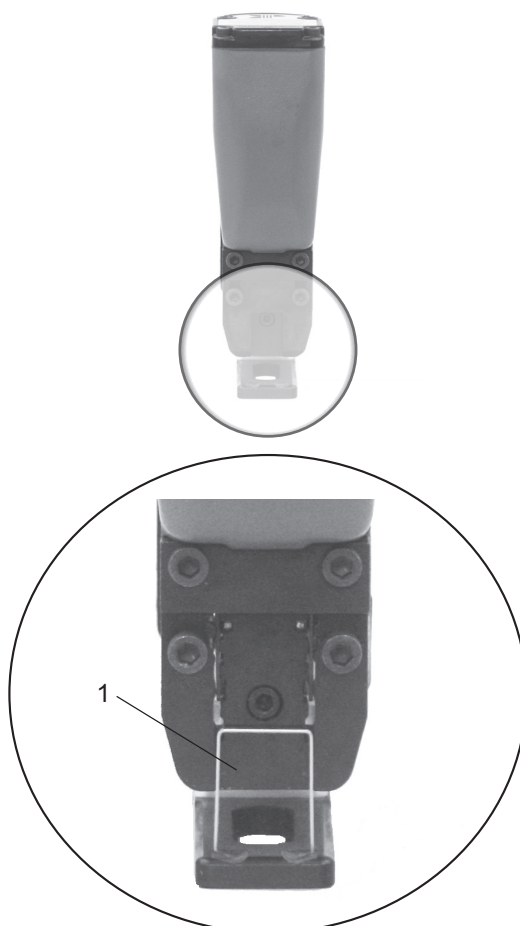

Fig. 11
- Legen Sie eine lose Klammer in den Amboss (Fig. 11/1).